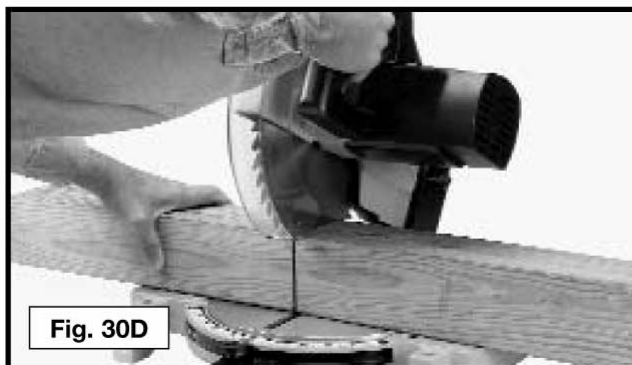

Fig. 30D
3. O corte de um padrão de 4X4 pode ser feito de uma vez só (Fig. 30D).